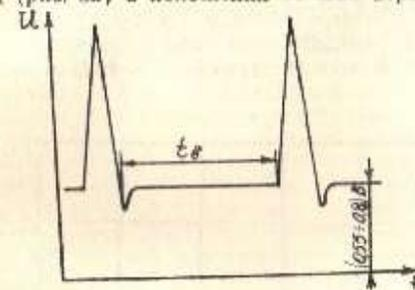

Рис. 8.
10. 5. 1. Резистором R25 в положении «0,1 мкс» переключателя «ВРЕМЯ/ДЕЛ» установите начальный уровень пилообразного напряжения (измеряется осциллографом С1-77 на гнезде « \oplus А»), равны (0,55±0,8) В (рис. 8).
При этом импульс на эмиттере транзистора V10 должен иметь следующий вид (рис. 8а) в положении «1 мкс» переключателя «ВРЕМЯ/ДЕЛ».
Рис. 8а.